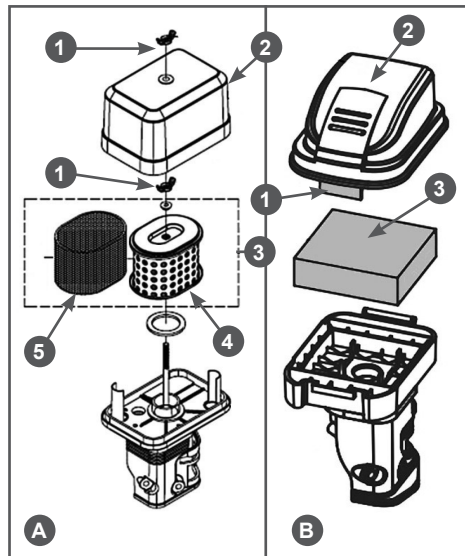

Рис. 10 Обслуживание воздушного фильтра G201HK, G210HK, G210HT
1. Открутите барашковую гайку (отогните фиксатор крышки воздушного фильтра) (Рис. 10 п. 1) и снимите крышку воздушного фильтра (Рис. 10 п. 2).
2. Извлеките из корпуса воздушный фильтр (Рис. 10 п. 3).
Поролонный (предварительный) фильтрующий элемент тип «А» (Рис. 10А п. 5) установлен на корпусе бумажного фильтрующего элемента (Рис. 10А п. 4).
- При незначительном загрязнении промойте поролонный фильтр (Рис. 10А п. 5 и Рис. 10В п. 3) теплым мыльным раствором и просушите. Поврежденный или сильно загрязненный поролонный фильтр замените.
- Воздушный фильтр тип «В» - поролонный (Рис. 10В п. 3) смочите специальным или чистым моторным маслом, после чего отожмите излишки масла.
Бумажный фильтрующий элемент (Рис. 10А п. 4) не подлежит очистке, необходима его замена. Не продувайте бумажный фильтрующий элемент сжатым воздухом, не промывайте его в бензине и других растворителях. Эксплуатация двигателя с грязным или поврежденным воздушным фильтром, или без воздушного фильтра приведет к попаданию грязи и пыли в карбюратор и двигатель, что в свою очередь, станет причиной его быстрого износа. Двигатель в этом случае не подлежит ремонту по гарантии.